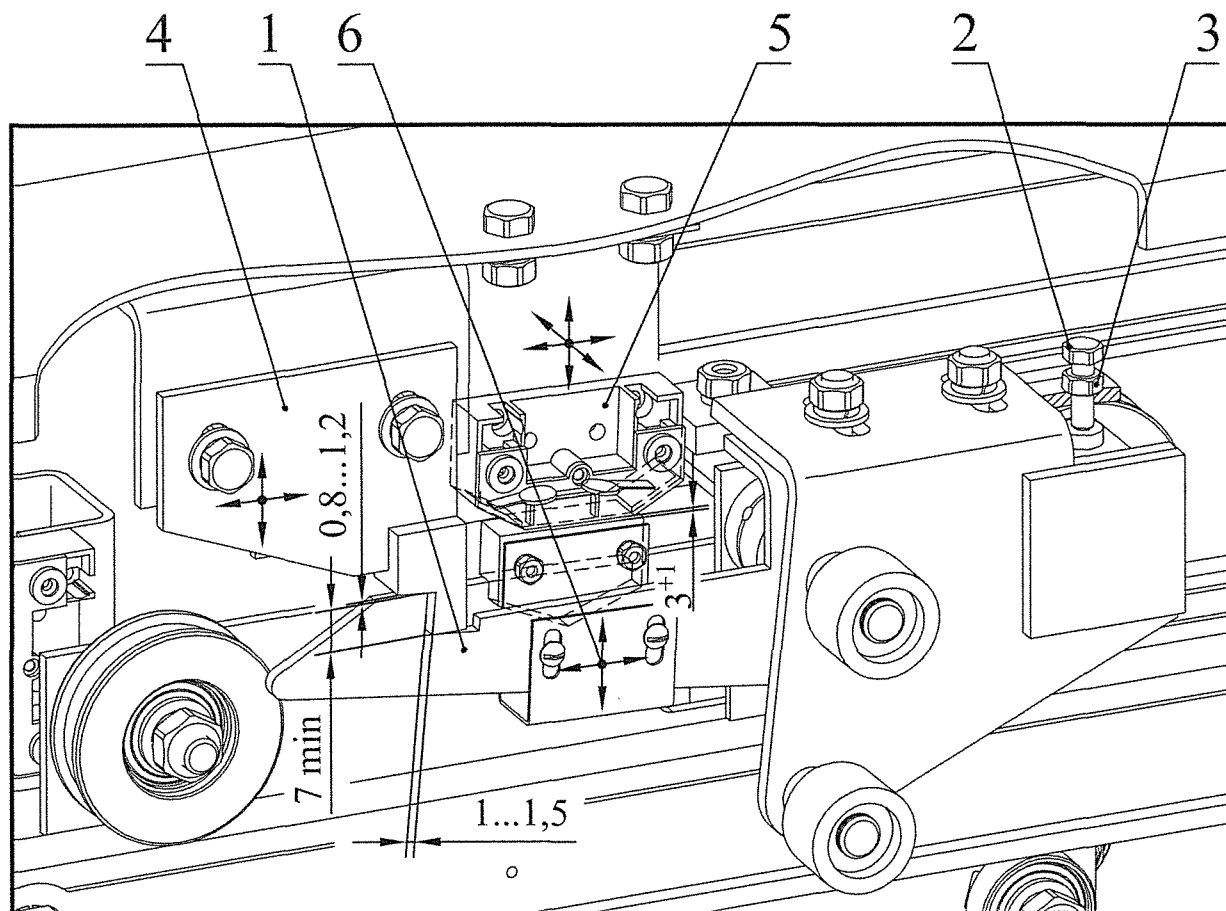

Рисунок 11 – Регулировка замка
2.6.1 Заход запирающего элемента автоматического замка двери шахты в ответную часть замка должен быть не менее 7 мм (рисунок 11).